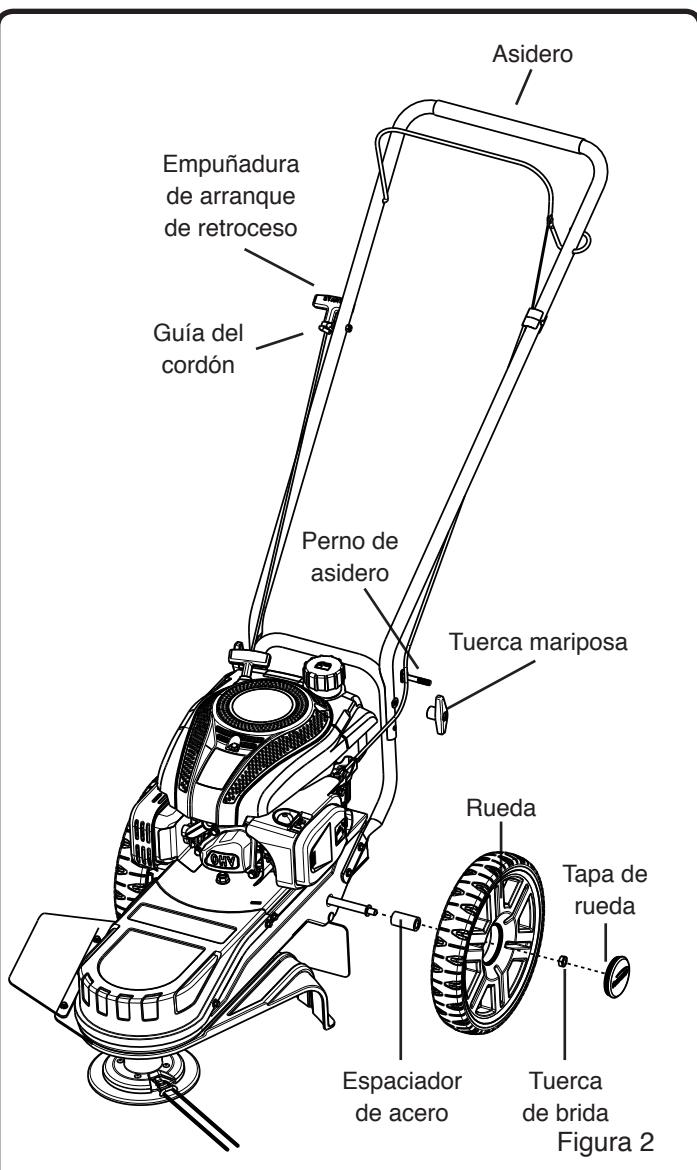

Figura 2
NOTA: Refiérase a la Figura 2 al seguir los pasos de abajo.
**NOTA:** Refiérase a la Figura 2 al seguir los pasos de abajo.